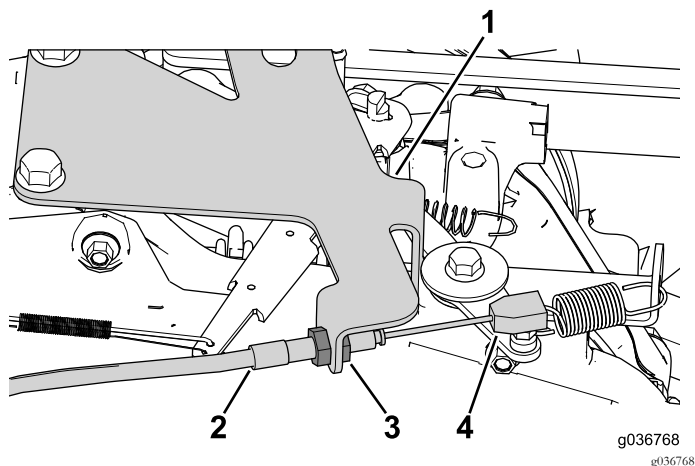

図 33
- ジャムナットでケーブルを調整し、ブラケットに固定する 図 33。